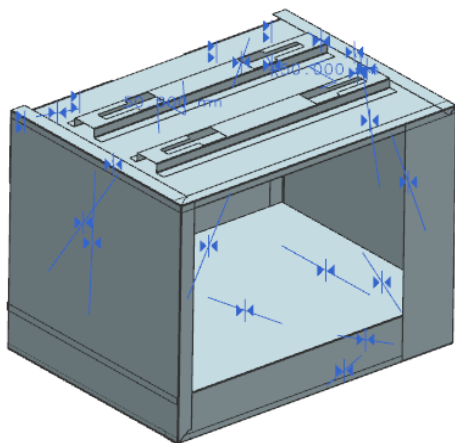

图 11-296 安装箱体吊板
- (6) 安装吊板，与上一个吊板距离为-50，如图 11-296 所示。